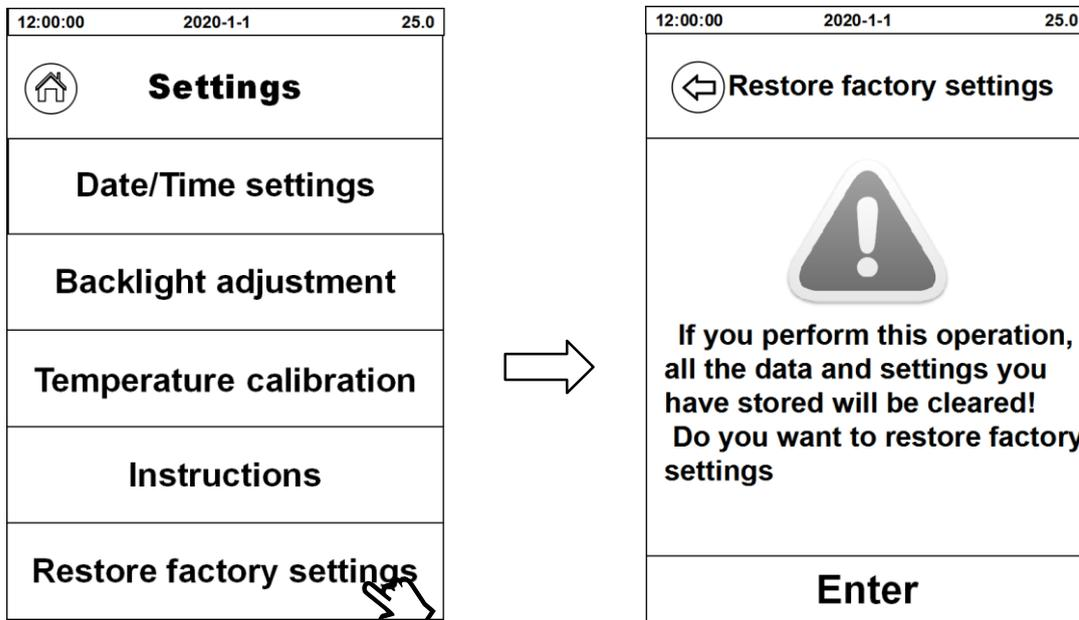

Fig. 13
5) Restore factory settings (Restablecer la configuración de fábrica): Haga clic en “Restore Factory Settings”, aparecerá la interfaz que se muestra a la derecha. Si hace clic en “OK” ahora, el instrumento volverá a la configuración de fábrica, y los registros de pruebas y de parámetros de la memoria interna del instrumento también se borrarán. (Fig.13)